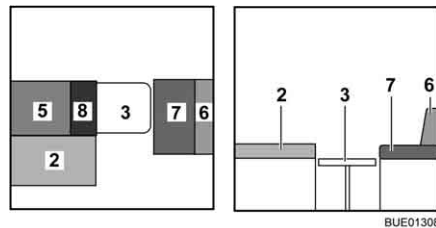

Fig. 134 Durante la transformación
- Colocar el cojín adicional (Fig. 134,8) en la mesa.